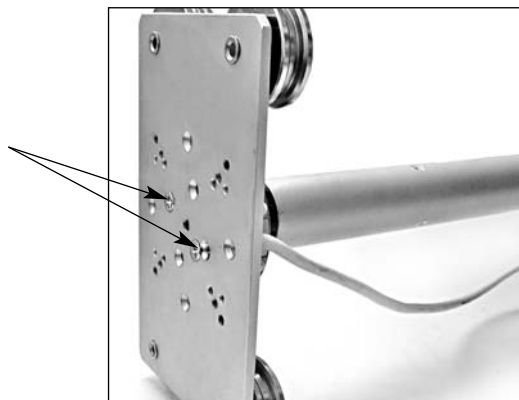

Рис.2.3. Крепление двигателей "Nice" серий Neo MH и Neo LH.
- серии Neo MH крепятся к каретке при помощи двух винтов М6х20 с потайной головкой. Для крепления завести винты с обратной стороны каретки (рис.2.3);